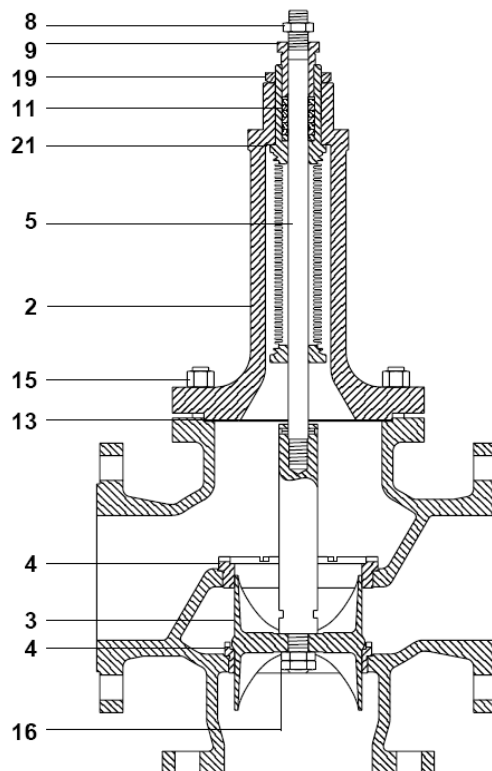

Fig. 10 Mengklep
4.3.2 Procedure voor het vernieuwen van de kleppen, zittingen en balgmembraan bij mengkleppen (fig. 10)